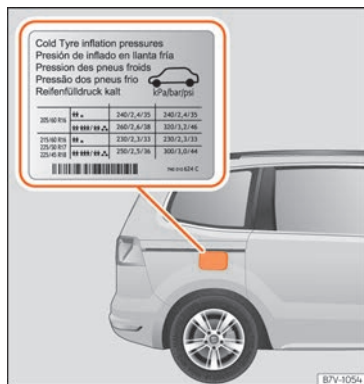

Fig. 294 Ubicación de la placa con la presión de inflado de los neumáticos.
- Adapte la presión de los neumáticos a la carga que lleva el vehículo »» **fig. 294**.
El valor de la presión de inflado de los neumáticos correcto para los neumáticos montados de fábrica figura en un adhesivo y es válido para neumáticos de verano y de invierno. El adhesivo »» **fig. 294** se encuentra o bien en el pilar de la puerta del conductor o en la parte interior de la tapa del depósito de combustible.
La presión de los neumáticos se debe adaptar a la carga actual del vehículo. Si el vehículo va a ir cargado al máximo, debe aumentar la presión de inflado al valor máximo de carga indicado en la etiqueta adhesiva »» **fig. 294**.
- El conductor es responsable de que todos los neumáticos del vehículo estén inflados a la presión correcta. La presión de inflado recomendada viene indicada en un adhesivo »» fig. 294.
- Con los neumáticos en frío, deberá mantenerse siempre la presión indicada en el adhesivo »» fig. 294.